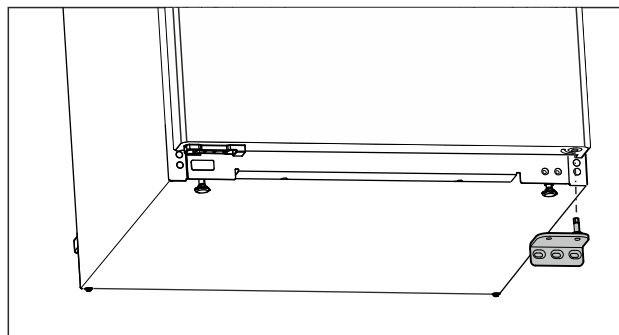

Fig. 13
- Zdjąć płytkę zawiasu w dół. (patrz Fig. 13)